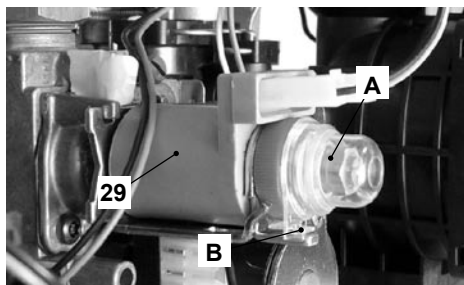

рис. 7.2
- Снимите защитный колпачок "А" газового клапана 29 рис. 7.2
- Установите на место защитный колпачок "А" рис. 7.2